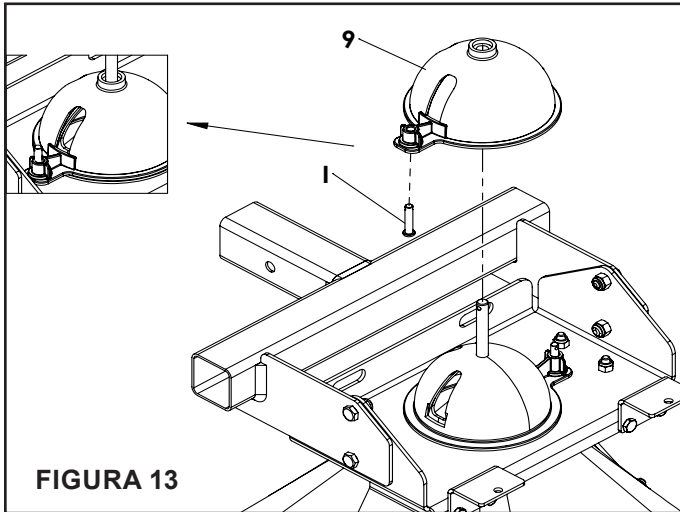

FIGURA 13
PASO 13: (VER FIGURA 13)
- Instale un pasador de horquilla (I) en la compuerta exterior (9) como se muestra. (9 tiene un recorte)
- Instale la compuerta exterior (9) en el eje del impulsor asegurándose de que las dos aberturas estén abiertas y alineadas. Debe colocarse como se muestra en la imagen.